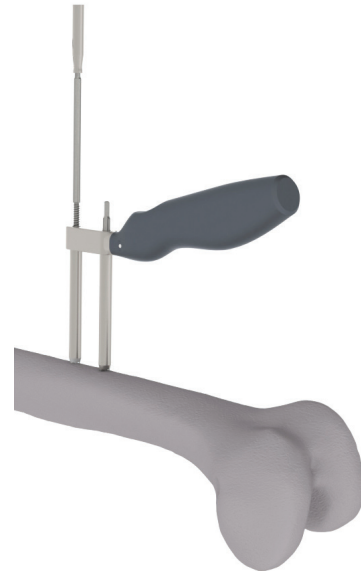

Abbildung 50. Auf bikortikalen Halt achten
2. Den ersten Pin senkrecht zur Knochenoberfläche bohren (Abbildung 50).